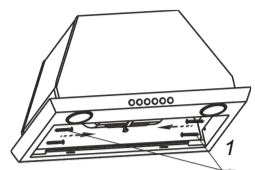

рис. 4
6.1 Монтаж врезного блока к подвесному элементу мебели над плитой. (рис. 4, 5)
- При установке КВ «Врезной блок 52Н(П)-400-ПЗД, (ПЗЛ)» и «Врезной блок 52Н-400-КЗД» предварительно установите фланец (рис. 4 А)
- Затем, отвернув четыре винта 1 (рис. 4), аккуратно снимите нижнюю панель врезного блока;